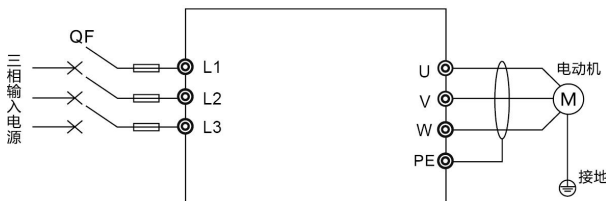

图 4-1 试运行接线图
- (1) 输入电源接入变频器之前，确认电源电压是否在变频器额定输入电压范围内；
- (2) 按图 4-1 所示接线；
- (3) 确认接线无误后合上电源开关，接通电源，变频器显示"50.00"；
- (4) 控制方式选择 P00.00=0，V/F 控制模式；
- (5) 命令源选择 P00.01=0，键盘控制；
- (6) 频率源选择 P00.02=0，键盘数字设定，并设置预置频率 P00.08=0.00；
- (7) 按"⏏"键启动变频器，变频器输出 0 频，键盘显示"0.00"；
- (8) 按"⏏"键，增大设定频率，变频器输出频率从"0.00"开始增大，电动机转速加快；
- (9) 观察电动机运行是否正常，若有异常应立即停机，排除原因后再运行；
- (10) 按"⏏"键，减小设定频率，电动机转速下降；
- (11) 按"⏏"键停止变频器，并切断输入电源。
(1) 按图 4-1 所示接线，确认接线无误后合上电源开关；
(2) 按以下顺序设置如下参数：